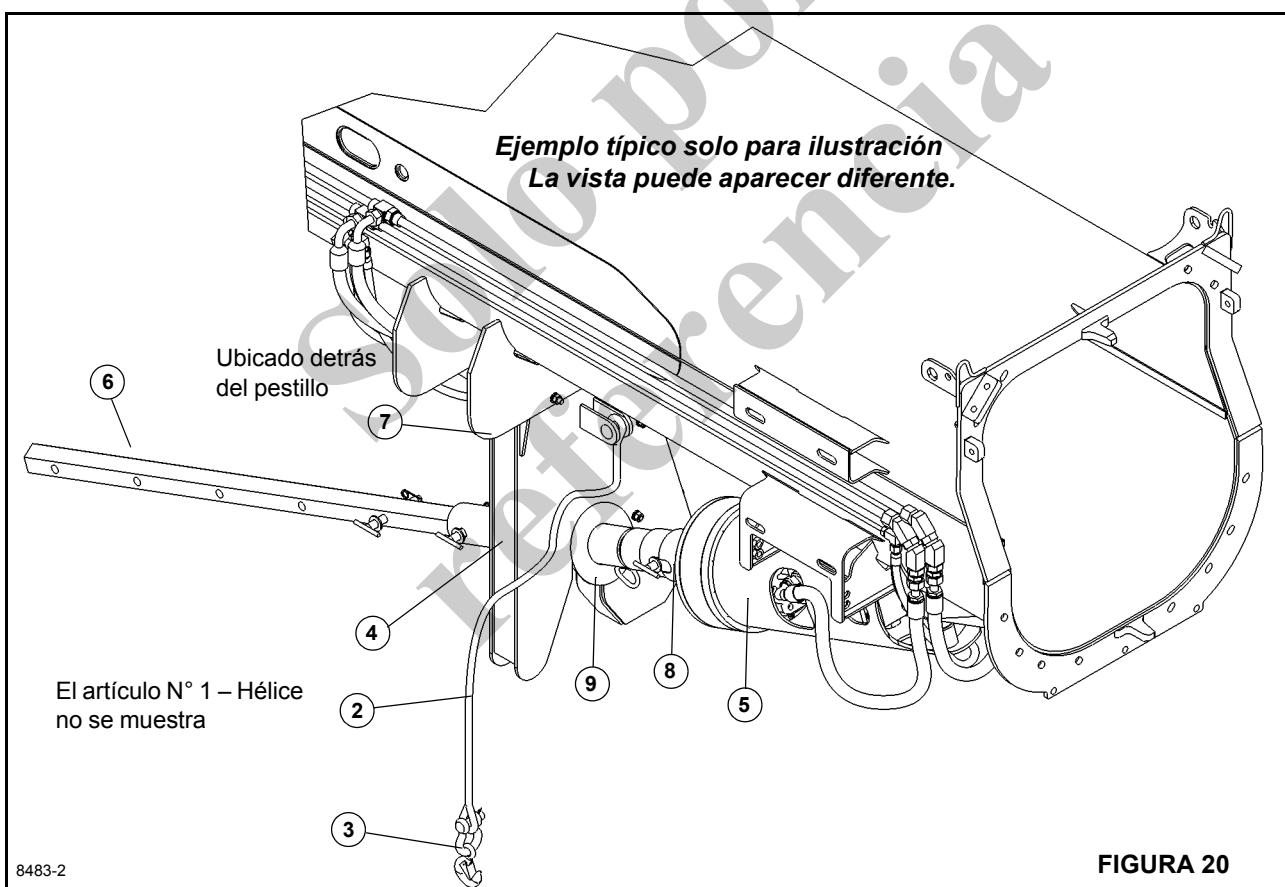

Figura 20 Números de artículos
Antes de retirar la barrena de su posición de almacenamiento (como se ilustra en la Figura 20), debe efectuarse una serie de inspecciones visuales, que se explican en los siguientes pasos. Asimismo, asegúrese de que la grúa esté emplazada y en funcionamiento, de acuerdo con el Manual del operador de la grúa.
Retire el conjunto de tubo (9, Figura 20) si la barrena se almacenó sin la hélice instalada y fije firmemente la hélice (1) y el espaciador (8) a la barrena.
El sistema de la barrena está diseñado para ser almacenado con la hélice estándar de 24 pulg instalada en la barrena. Es posible que las hélices con un diámetro mayor no puedan almacenarse instaladas en la barrena. (Consulte la Figura 20). Revise para ver si se produce interferencia durante el funcionamiento y el almacenamiento de la barrena para evitar posibles daños a los componentes a su alrededor.